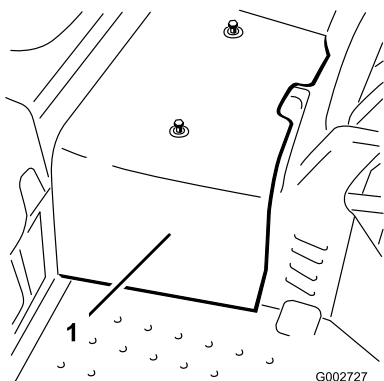

Figura 48
2. Allentate le 2 viti che fissano la protezione centrale alla macchina, e toglie la protezione (Figura 48).